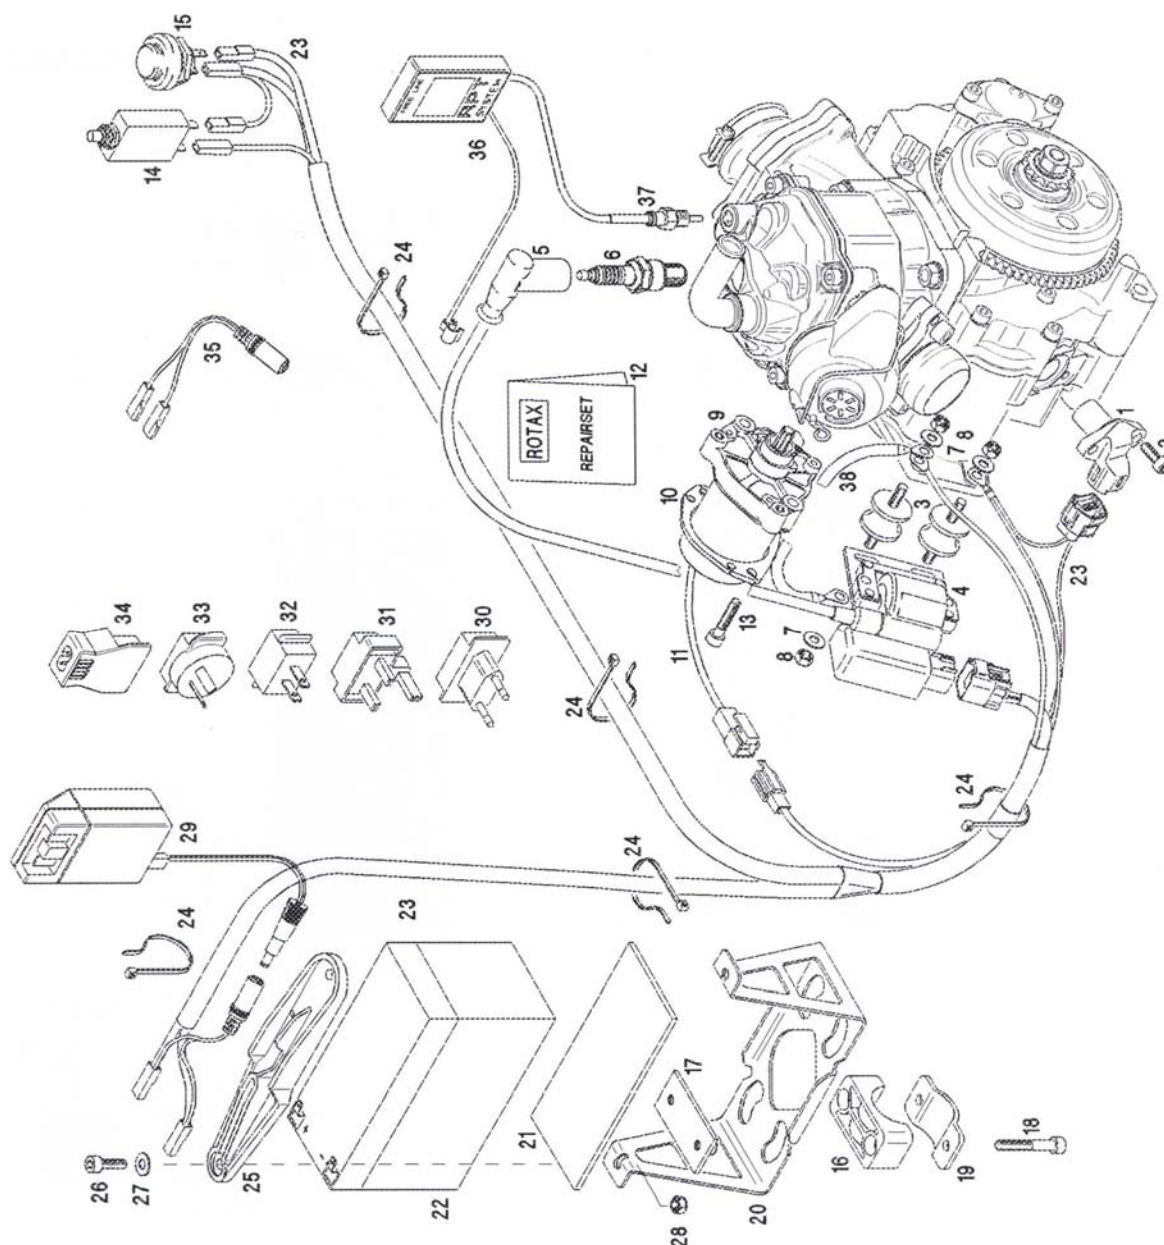

Fig.5
Para una distribución bien balanceada de peso nosotros recomendamos localizar la batería ya sea en el lado izquierdo del piloto o delante del tanque de combustible. Para la instalación apropiada de la batería al chasis Rotax suministra un dispositivo de soporte incluido en cada conjunto de motor entregado (ver fig. 5, pos. 20).
- ⇒ Conecte los dos cables de 6 mm² / S.W.G. calibre 11 al botón de la marcha (15).
- ⇒ Conecte los dos cables de 2 mm² / S.W.G. calibre 16 al interruptor ENCENDIDO / APAGADO (14).
- ⇒ Instale la bobina de encendido como se muestra en la ilustración (fig 5) en la cubierta de la reducción de engranes, con los dos elementos de instalación suministrados (2 soportes de hule, art. 3, 4; 4 arandelas, art. 7 y 4 tuercas de seguridad, art. 8).
- ⇒ Conecte el arnés eléctrico a la bobina de disparo (pos. 1).
- ⇒ Conecte el arnés eléctrico a la bobina de ignición (pos. 4).
- ⇒ Conecte el arnés eléctrico a la marcha eléctrica. (pos. 9).